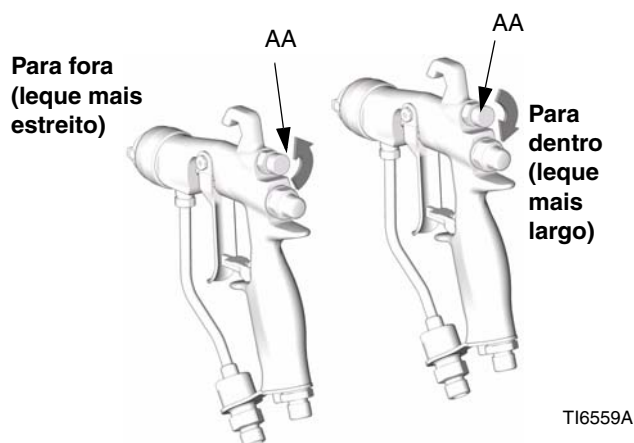

FIG. 5. Botão do leque de ar
1. Consultar FIG. 5. Feche o ar de regulação do leque, rodando o botão (AA) totalmente no sentido dos ponteiros do relógio (para dentro). Deste modo a pistola é regulada para o leque mais amplo.
3. Consultar FIG. 5. Para um leque mais estreito, rode o botão da válvula de regulação do leque (AA) no sentido contrário ao dos ponteiros do relógio (para fora). Se o leque ainda não for suficientemente estreito, aumente ligeiramente a pressão do ar para a pistola ou utilize um bico de tamanho diferente.